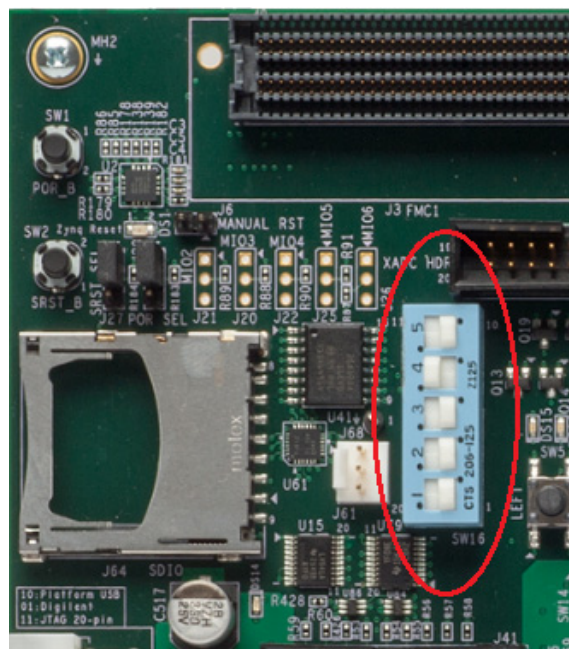

図 5-5 : QSPI フラッシュから Linux をブートする際に必要なジャンパーの設定
1. QSPI フラッシュのプログラム後、ボードの SW16 スイッチを 図 5-5 のように設定します。